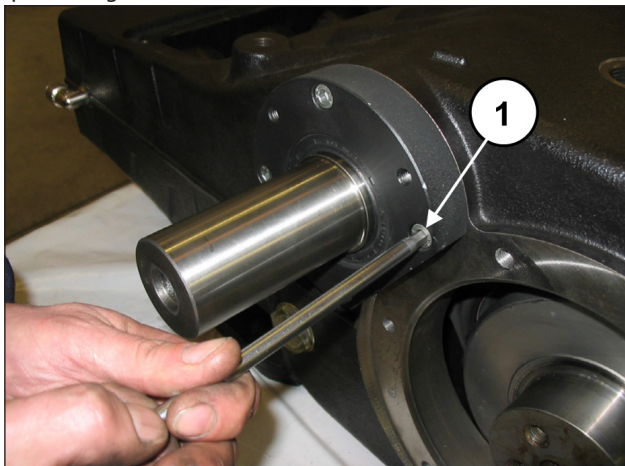
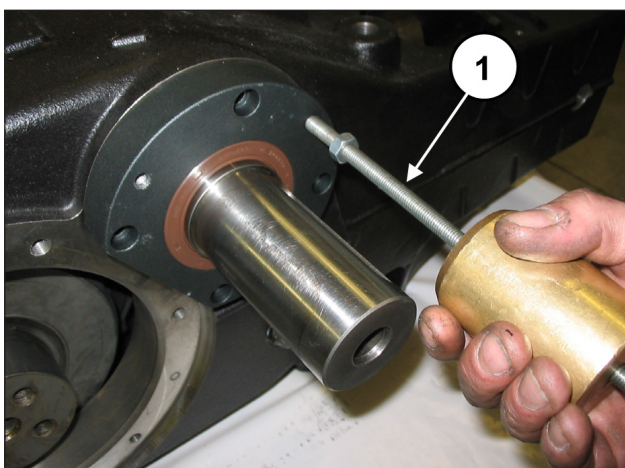

Fig. 27
Fig. 28
Svitare le viti di fissaggio coperchio cuscinetto PTO destro e sinistro (pos. ①, Fig. 27) e sfilare i due coperchi dall'albero PTO. Per agevolare lo smontaggio utilizzare n. 3 grani o viti M8 (pos. ①, Fig. 28) con la funzione di estrattori.